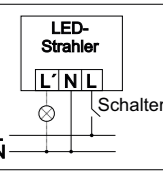

Abb. 12
3.6 Manueller Betrieb (zwei Varianten) (Abb. 12)